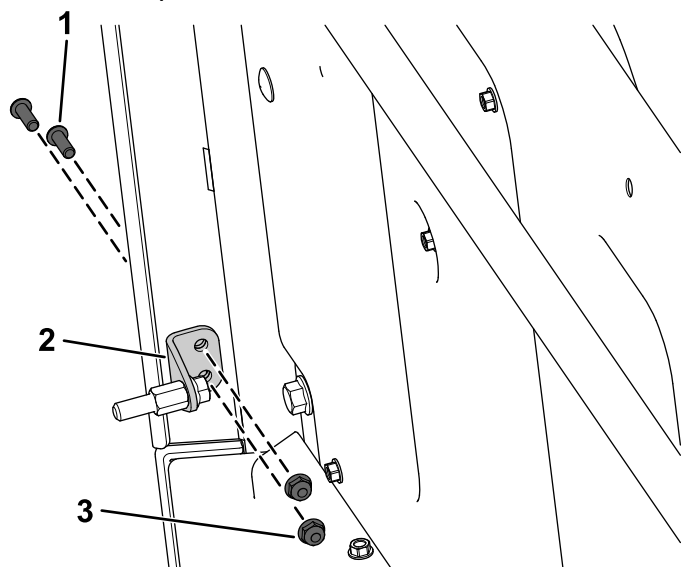

Figure 8
4. Fixez le support de la gâche au support inférieur gauche du joint de porte à l'aide de 2 boulon à tête hexagonale creuse (1/4" x 3/4") et 2 contre-écrous (1/4"), comme montré à la **Figure 8**.